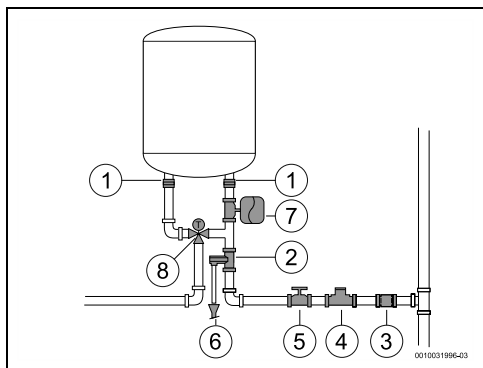

Fig. 10
- ▶ Recomendável instalar uma válvula termostática (Fig. 10, [8]) no tubo de saída do aparelho se forem utilizados tubos PEX. Deverá ser ajustado de acordo com o desempenho do material utilizado.
- ▶ Nunca instalar nenhum acessório (para além dos representados na Fig. 10) entre a válvula de segurança e a entrada de água fria (lado direito) do aparelho.
- ▶ instalar uma válvula redutora (Fig. 10, [4]). A válvula de segurança vai atuar sempre que a pressão da água no aparelho for superior a 8 bar ( $\pm 1$  bar), pelo que é necessário prever uma forma de canalizar o escoamento dessa água.
- ▶ instalar um vaso de expansão (Fig. 10, [7]) para evitar que a abertura da válvula de segurança seja tão frequente. O volume do vaso de expansão deve ser o equivalente a 5% do volume do aparelho.